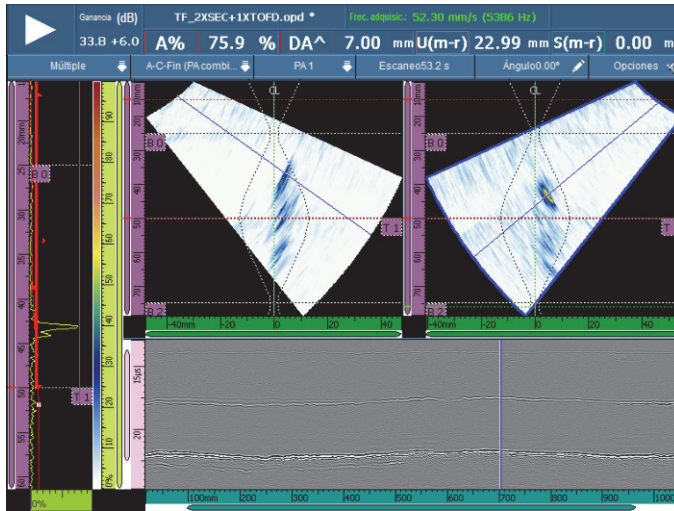

Figura 6-2 Ejemplo del diseño de pantalla para Soldadura PA-UT (A-B-S)
- (1) Introduzca la cantidad de elementos apropiada, en los parámetros **Emisor y Receptor**, de ser necesario.
- (2) Seleccione **Siguiente**.
8. Seleccione el diseño de pantalla apropiado en la sección Diseños de pantalla, que se encuentra en la zona de título. Véase la Figura 6-2 en la página 170.